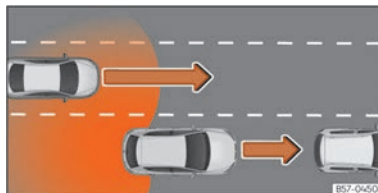

Fig. 129 Adelantamiento con tráfico en la parte trasera.
- Cuando se es adelantado por otro vehículo »» **fig. 129**.